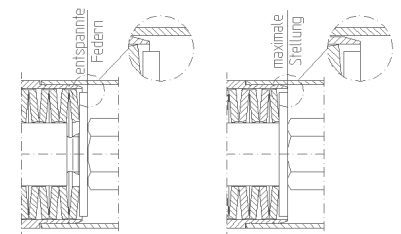

Abbildung 2
- ✓ Die Scheibe vor den Tellerfedern darf nur soweit in die Hülse gedrückt werden, bis sie mit der Oberkante der Hülse bündig abschliesst.(Abb.2)